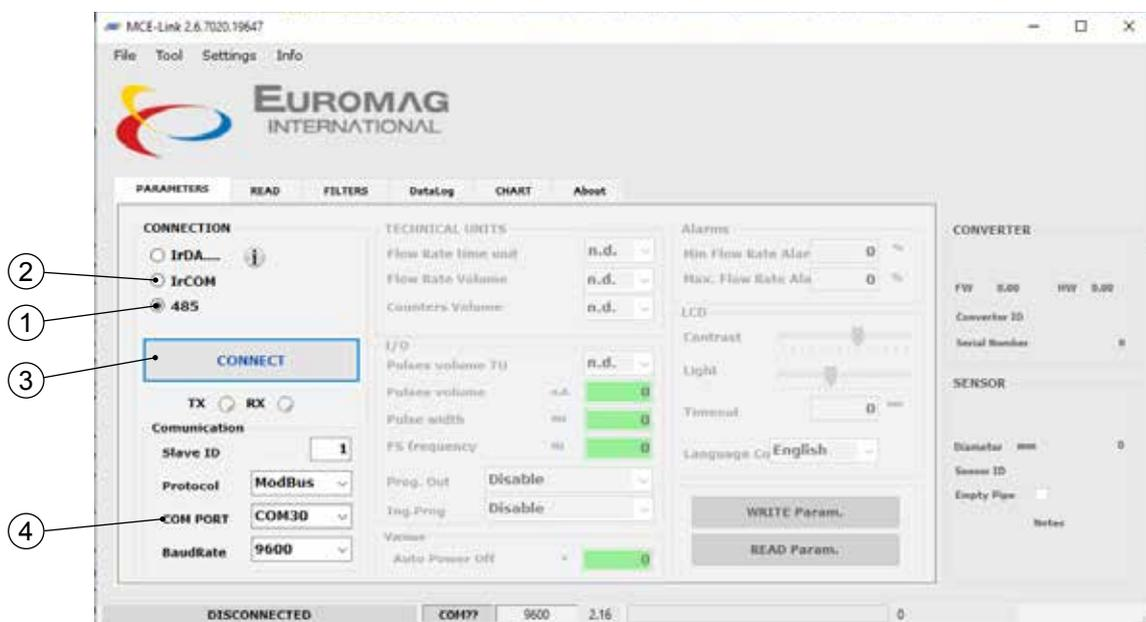

Fig. 40 Schermata di collegamento EUROMAG INTERNATIONAL MC608
**!** Potrebbe essere necessario modificare la porta di ingresso (4, Fig. 40). Agire sul comando COM PORT del software per selezionare il giusto ingresso. Normalmente è la porta dal numero più alto.
Selezionare le comunicazioni RS485 (1, Fig. 40) o infrarossi (2, Fig. 40) e premere il tasto COLLEGAMENTO (3, Fig. 40).